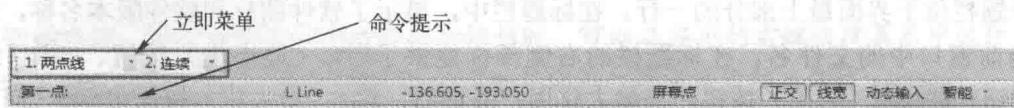

图 1-11 立即菜单
(2) 立即菜单 立即菜单描述了当前命令执行的各种情况和使用条件。通常执行某一个制图命令时,系统会在绘图区底部弹出一行立即菜单,并在状态栏中显示相应的操作提示和执行命令状态,如图 1-11 所示[以单击 \checkmark (直线) 按钮为例]。